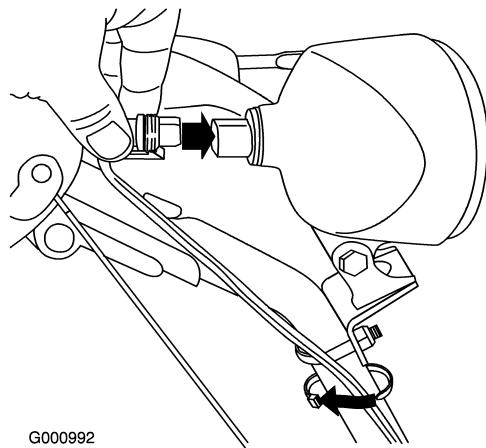

Figure 17
1. Insérez le connecteur à l'extrémité libre du fil directement à l'arrière du phare et fixez-le en position (Figure 17).
Remarque: Vérifiez que le clip en plastique du connecteur se trouve en bas (Figure 17).
2. Attachez un serre-câble (fourni dans le sachet de pièces détachées) autour du câble et du bras du guidon, environ 2,5 cm (1 pouce) en dessous de l'étrier fileté (Figure 17).